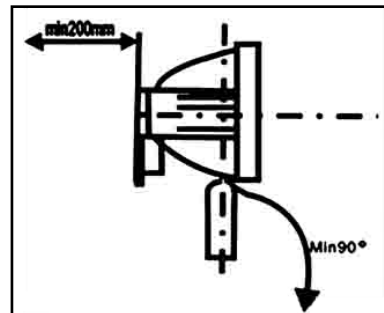

Fig. 2
- In caso d'utilizzo su superfici normalmente infiammabili seguire le istruzioni della fig. 2.